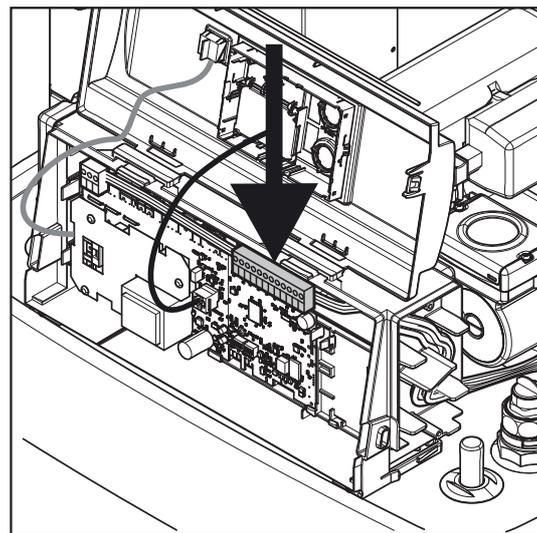

Bild 4-29 Sensorstecker J8 auf Schaltfeldplatte aufstecken
- Stecker auf die Schaltfeldplatte aufstecken (Bild 4-29).